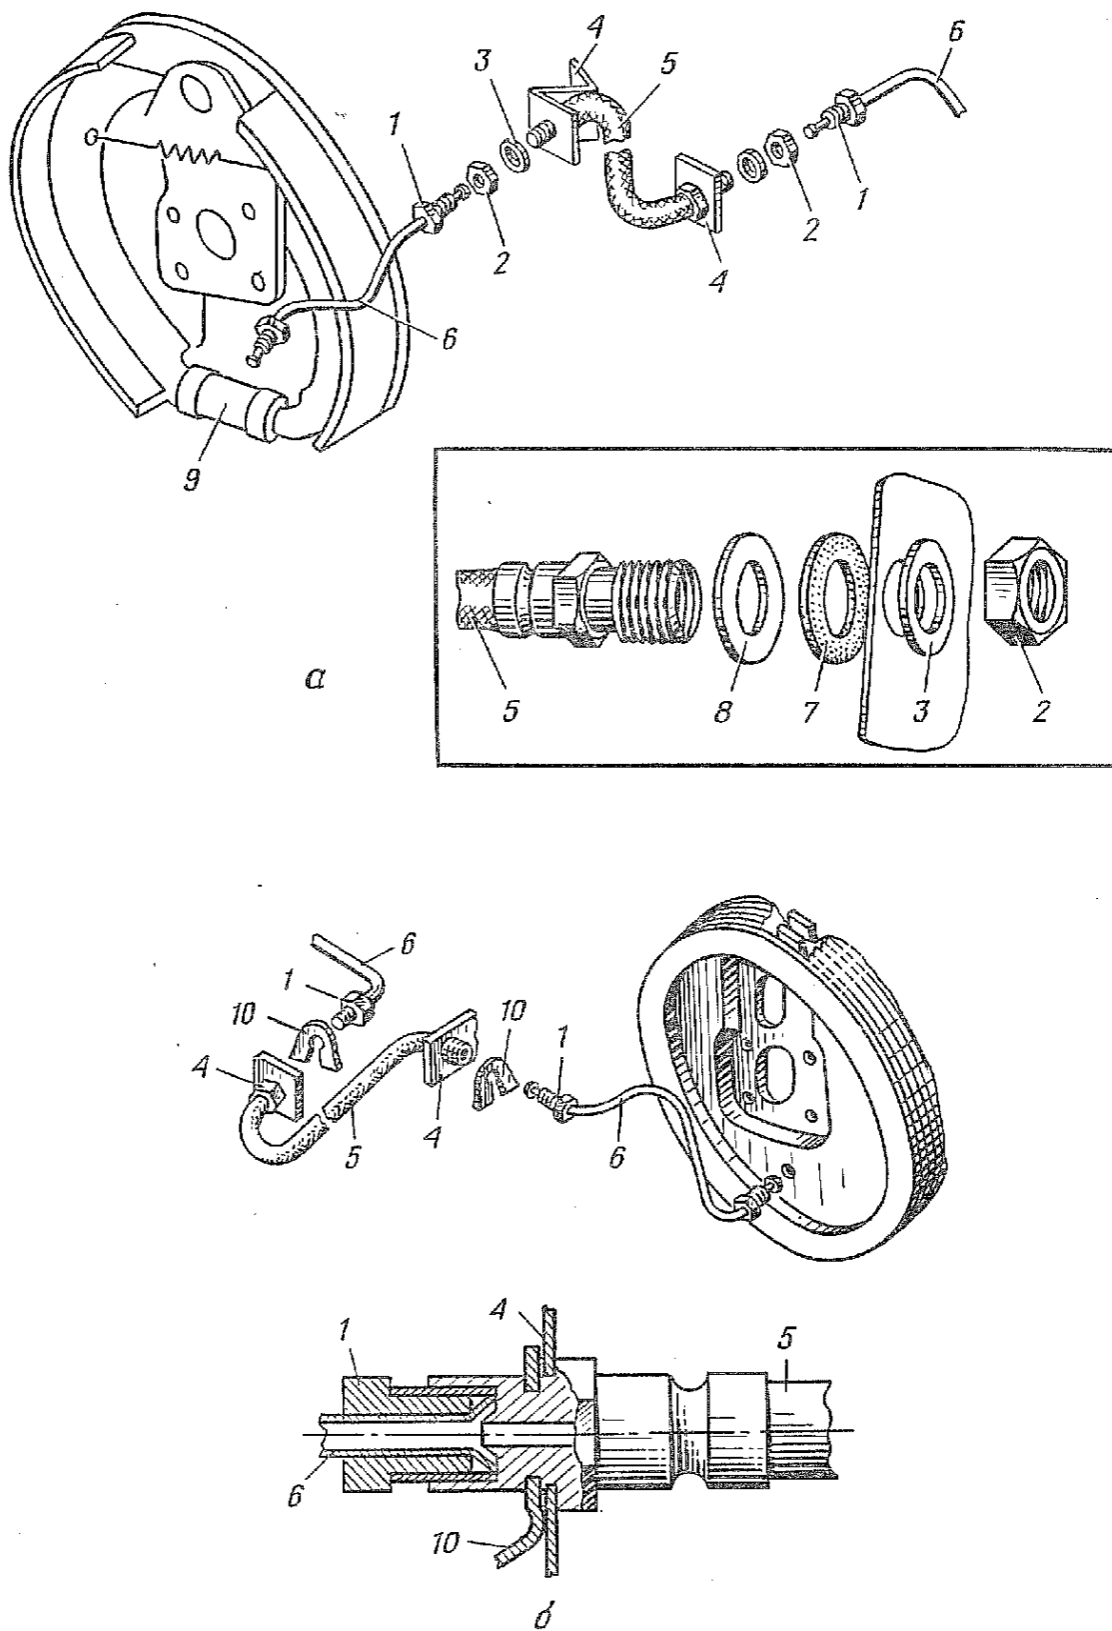

Рис. 86. Установка гибкого шланга тормозов:
1.1. Вывернуть соединительные гайки 1 (рис. 86) трубок 6 гидропривода из наконечников гибкого шланга 5 (ключ 12, домкрат гидравлический, подставки — 2 шт., ключ для гаек колес).
1.2. Отвернуть гайки 2 (рис. 86, а) и снять гибкий шланг 5 тормозов колес с шайбами 3, 7 и 8 с кронштейнов 4. Установить в отверстия трубок 6 технологические заглушки (ключи 17 и 24).
1.3. Снять скобы 10 (рис. 86, б) крепления гибкого шланга и снять гибкий шланг 5 тормозов колес с кронштейнов 4. Установить в отверстия трубок 6 технологические заглушки (плоскогубцы 150, технологические заглушки).
2.1. Установить гибкий шланг 5 (рис. 86, а) тормозов колес с плоской 8 и уплотнительной 7 шайбами в отверстия кронштейнов 4 и закрепить гайками 2 со стопорными шайбами 3 (ключи 17 и 24).
2.2. Установить гибкий шланг 5 (рис. 86, б) тормозов колес в отверстия кронштейнов 4 и закрепить скобами 10 (плоскогубцы 150).